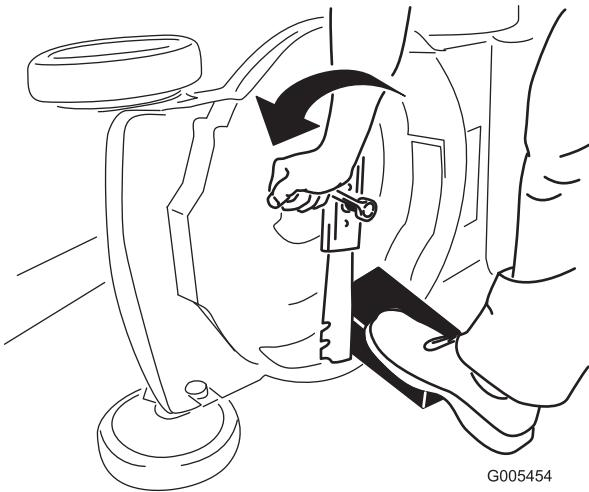

Bild 23
3. Stabilisieren Sie das Messer mit einem Holzblock (Bild 23).